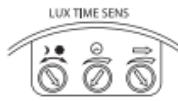

Рис. 3
- Поверните ручку регулировки времени против часовой стрелки до минимума, поверните ручку «LUX» по часовой стрелке до максимума (солнце), поверните ручку регулирования чувствительности «SENS» по часовой стрелке до середины (рис. 3)